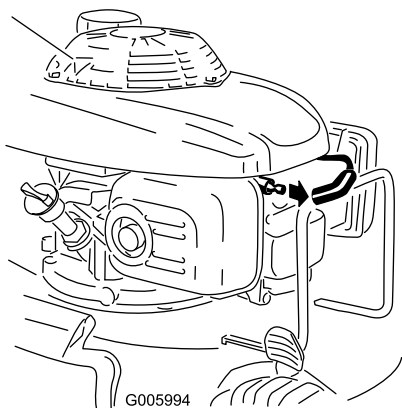

Figura 34
2. Staccate il cappello dalla candela (Figura 34) prima di eseguire interventi di manutenzione.
2. Scollegate il cappello dalla candela (Figura 34).